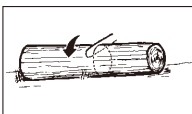

Fig. 13A
1. Stamme støttet langs hele lengden: Sag fra toppen, mens du er forsiktig så du ikke sager inn i bakken (Fig. 13A).